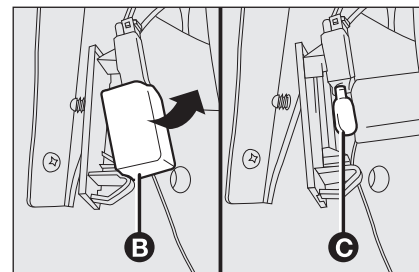

fig. 29
- ☐ Åbn lampedækslet **B**-fig. 29 og udskift pæren **C**, der er trykket fast.